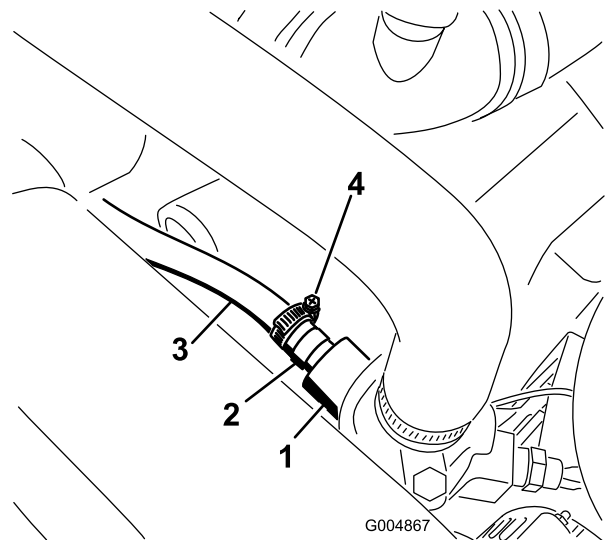

Figura 16
3. Instale o encaixe adaptador do tubo na estrutura do termostato do motor (Figura 16).
4. Ligue a extremidade solta da mangueira de pressão ao encaixe adaptador da estrutura do termostato do motor (Figura 16).
Nota: Fixe a mangueira no encaixe adaptador com uma braçadeira de tubos. Encaminhe o tubo por baixo do filtro do ar, conforme indicado na Figura 16.
Nota: Encaminhe os tubos afastando-os de quaisquer objetos quentes, rotativos ou afiados. Prenda os dois tubos acopladores juntos com uma braçadeira, como se mostra na Figura 16.